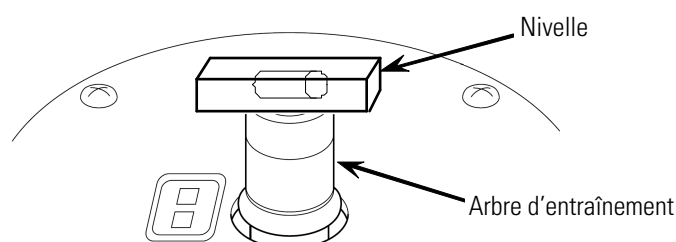

Figure 5-3. Placer la nivelle
(2) Connecter l'ultracentrifugeuse, ouvrir le couvercle puis rééteindre l'appareil. Si la centrifugeuse n'est pas encore connectée, voir section "Mesures en Cas de Panne de Courant", enlever le revêtement avant et ouvrir la porte de la centrifugeuse.
(3) Placer la nivelle contenue dans la livraison de l'ultracentrifugeuse sur l'arbre d'entraînement et orienter, ensuite, l'ultracentrifugeuse à l'aide des quatre dispositifs de nivellement (Figure 5-3).